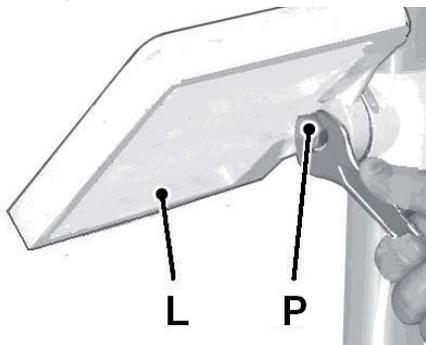

Рис. 4
- Ослабьте шестигранный винт (Р, Рис. 4), чтобы повернуть стол.